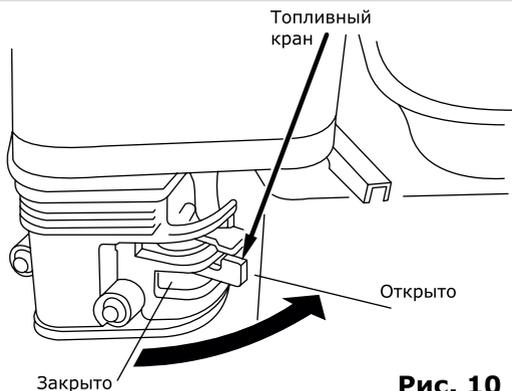

Рис. 10
- Поверните топливный кран в положение «Открыто» (рис. 10)